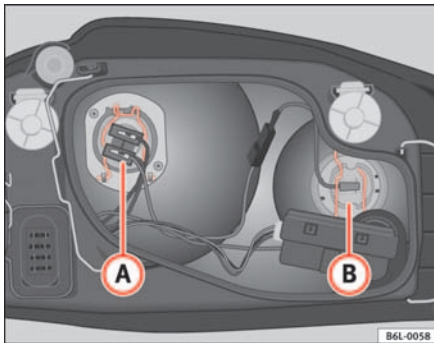

Abb. 153 Glühlampe
- Ziehen Sie den Stecker vom Lampenkabel ab **B** ⇒ Abb. 153.